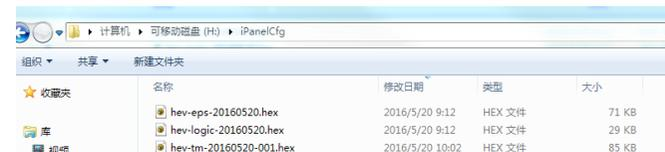

图 18 存储键盘机型文件路径示意图
- 2) 为保证屏蔽层导电的连续性，屏蔽层务必和驱动器高压输入屏蔽防水堵头进行360°全搭接，具体搭接方式请参考图18，双芯屏蔽线搭接方式与三芯屏蔽线搭接方式相同。
- 2) 为保证屏蔽层导电的连续性，屏蔽层务必和驱动器的UUV输出屏蔽防水堵头进行360°全搭接，搭接方式参考图18。